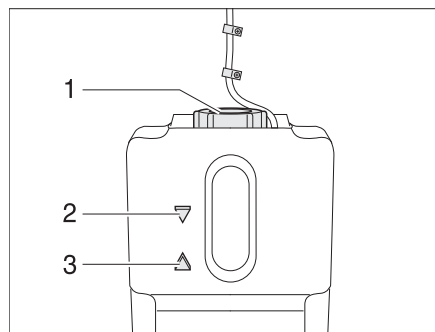

Fig. 162 Vaso d'espansione riscaldamento ad acqua calda
- Controllare se nel vaso di espansione (Fig. 162) il livello del liquido si trova tra le marcature "MIN" (Fig. 162,3) e "MAX" (Fig. 162,2).
- Aprire il coperchio (Fig. 162,1) del vaso di espansione.